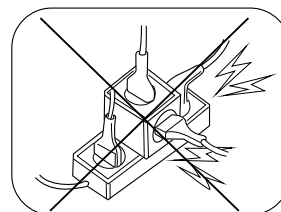

Fig.1
- ▶ Nunca utilizar extensões, adaptadores, benjamins ou transformadores de voltagem para ligação do equipamento à tomada (Fig.1, pág. 7);
OBS: Como em qualquer outro equipamento elétrico, o aterramento é muito importante para a segurança do operador e garantia de seu equipamento. Por isso, o pino central (aterramento) nunca deve ser retirado ou cortado. **Nunca** utilize extensões, adaptadores, benjamins ou transformadores de voltagem (Fig.1). **A não observação desse procedimento poderá danificar sua cuba de ultrassom. A Cristófoli não se responsabiliza por danos causados por instalações e/ou voltagens inadequadas.**